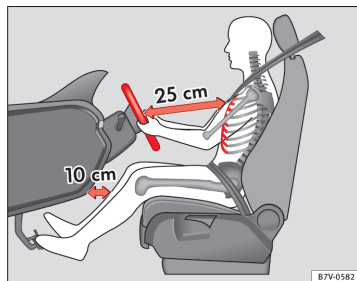

Fig. 1 Distance correcte entre le conducteur et le volant
- Réglez le volant de sorte que la distance entre celui-ci et votre cage thoracique soit d'au moins 25 cm ⇒ fig. 1.
- Réglez le siège du conducteur de manière à laisser une distance minimale de 25 cm entre votre cage thoracique et le centre du volant ⇒ **fig. 1**. Si la distance est inférieure à 25 cm, le système d'airbags ne peut pas vous protéger correctement.